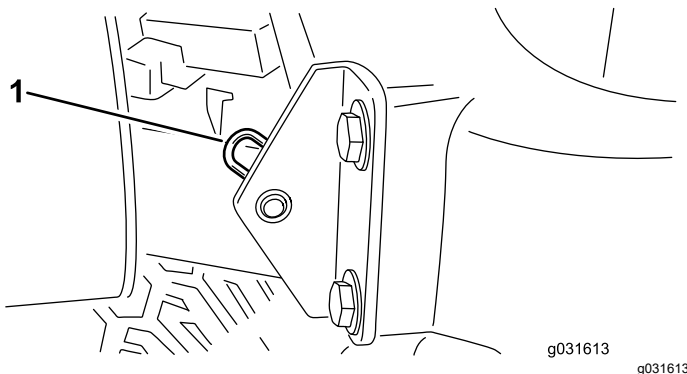

Figura 30
2. Retire el pasador que fija el pivote del capó a los soportes (Figura 30).